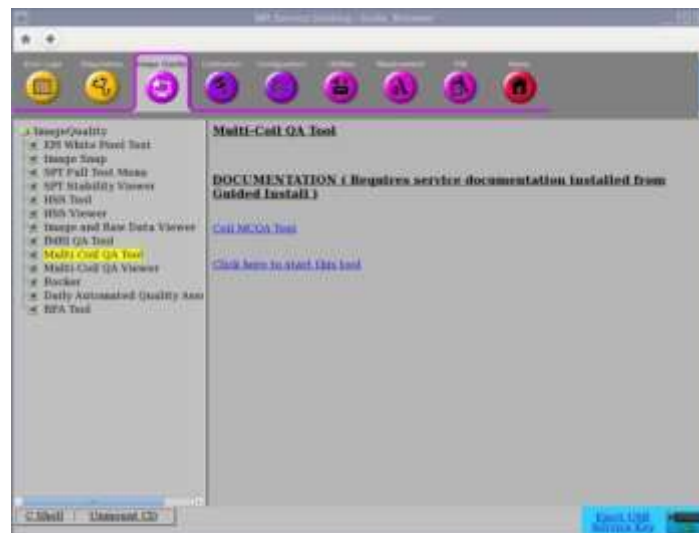

图 1
1. 在 Common Service Desktop (CSD)（通用服务桌面 (CSD)）中，转到 Service Browser（服务浏览器）并选择 [Image Quality]（图像质量）、"Multi-Coil QA Tool"（多线圈 QA 工具），然后 "Click here to start this tool"（单击此处开始使用此工具），如图 1 所示。